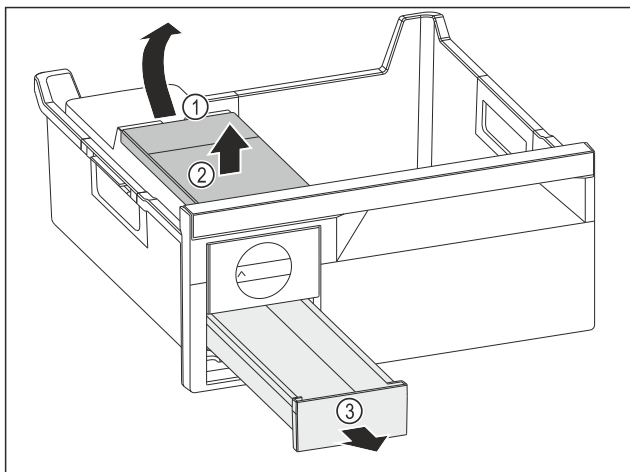

Fig. 82
- Fjern vanntanken: Løft opp vanntanken i fordypningen Fig. 82 (1).
- Fjern vanntanken Fig. 82 (2) ovenfra.
- Fjern isterningsskuff Fig. 82 (3) forfra.